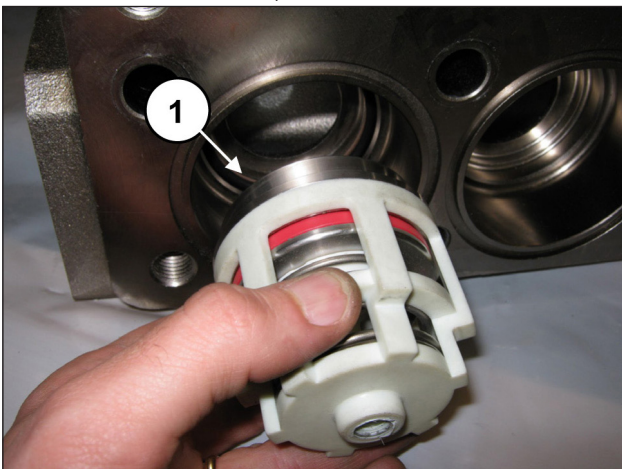

Abb. 149
Setzen Sie die Saugventilgruppe ein (Pos. ①, Abb. 149).